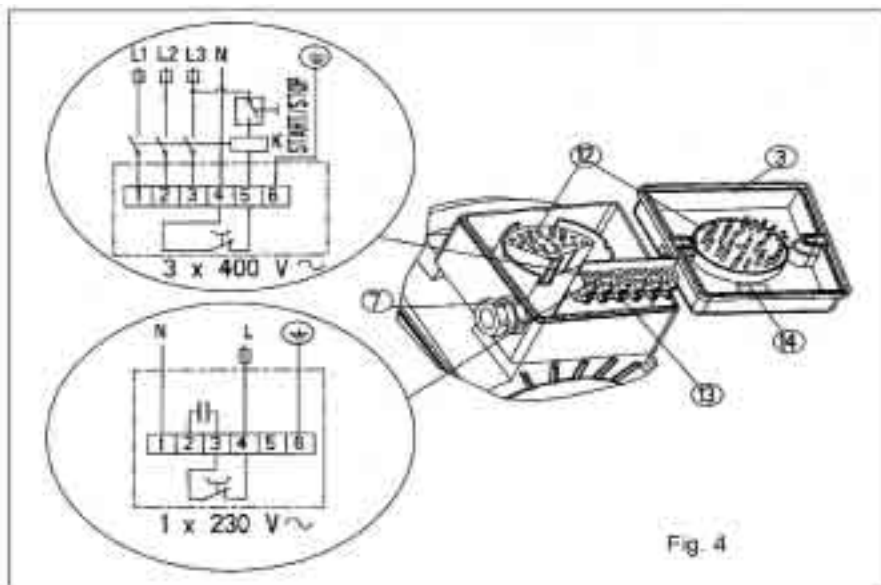
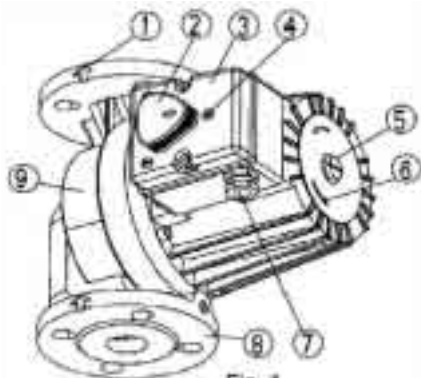
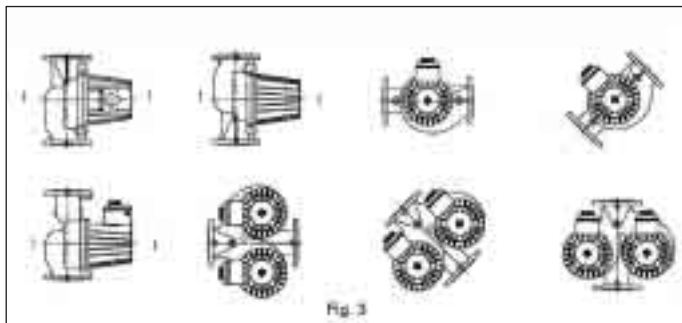
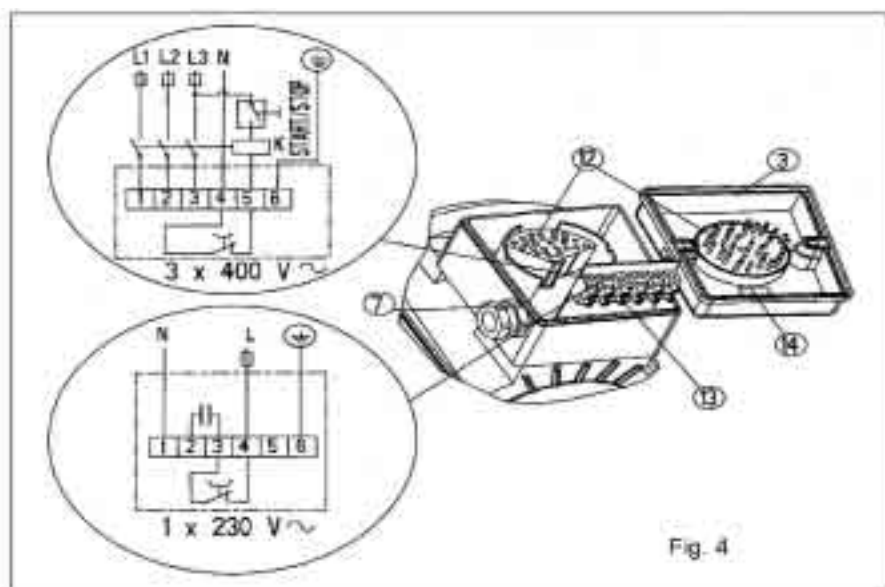

Fig. 4
Fig. 1
Fig. 3
Fig. 4
Il circolatore deve essere installato nella tubazione con l'asse 1-1 in posizione orizzontale (fig. 3). Deve essere posto in un tratto rettilineo della tubazione ad una distanza da un gomito di almeno 5-10D (D = diametro nominale del tubo). In questo modo si assicura il funzionamento con il minimo di vibrazioni e di rumore. La direzione del flusso d'acqua attraverso la pompa deve corrispondere alla direzione indicata dalla freccia sul corpo pompa (fig. 1 - pos. 1).
Le flange di connessione sono NP 6/10 (fig. 1 - pos.9).
Gli NC e NCM hanno corpo pompa singolo (fig. 1 – pos. 9).
Il cavo d'alimentazione deve essere collegato attraverso un passacavo Pg16 (fig. 4 – pos. 7), e deve essere del tipo "T" essendo il riscaldamento del circolatore superiore a 50K.
La connessione elettrica dei circolatori deve essere eseguita secondo lo schema (fig. 4 – pos. 14) incollato sul coperchio (fig. – 4 pos. 3) della scatola morsetti (fig. 4 – pos. 13) del motore.
In fig. 4, pos. 12 sono illustrati i blocchetti maschio-femmina del connettore. Essi devono essere ben inseriti quando il circolatore è in funzione.
Ogni circolatore è in grado di coprire tre campi di funzionamento, per questa ragione tali pompe sono equipaggiate con motori elettrici a tre velocità. La caratteristica ovvero la velocità desiderata (3, 2, 1) può essere selezionata per mezzo dell'apposito selettore con freccia (fig. 1 – pos. 2).
- Estrarre il connettore a tre posizioni (fig. 1 – pos. 2) posto sul coperchio del motore (fig. 1 – pos. 3), ruotarlo sulla velocità desiderata (1, 2, 3) e reinserirlo premendolo fino in fondo.
Nei circolatori del tipo NC, NCD (NCM, NCDM) il rotore del motore elettrico è immerso e provvisto di cuscinetti lubrificati dall'acqua. Prima di essere messo in funzione, il circolatore deve essere riempito d'acqua e disaerato. Disaerare il circolatore svitando la vite sulla parte posteriore del motore (fig. 1 – pos. 5). L'aria uscirà attraverso la fessura tra l'albero del motore ed il cuscinetto. Quando l'acqua comincia a defluire, chiudere entrambe le valvole in aspirazione e mandata della pompa. Far partire la pompa e controllare che il senso di rotazione dell'albero corrisponda a quello indicato sulla targhetta del motore (fig. 1 – pos. 6). Nel caso di direzione sbagliata, scambiare le fasi L1 e L2 se il motore è trifase (fig. 4). Nel caso di motori monofase il senso di rotazione è sempre corretto. Quando si è stabilito il giusto senso di rotazione dell'albero motore, serrare la vite (fig. 1 – pos. 5) e riaprire entrambe le valvole in aspirazione e mandata della pompa.
I circolatori sono prodotti di alta qualità, perciò possono funzionare in condizioni normali per diversi anni senza manutenzione. Se una pompa non ha funzionato per un lungo periodo di tempo, può risultare bloccata quando si tenta di farla partire. Per sbloccarla procedere come segue: spegnere la pompa, svitare la vite dal foro posteriore del motore (fig. 1 - pos. 5) e con un cacciavite inserito nella fessura all'estremità dell'albero, ruotarlo fino a liberarlo dalla forza d'attrito. Riavvitare la vite tolta in precedenza.
The pump has to be installed into the piping system with the pump axis 1-1 in horizontal position (Fig. 3). It has to be installed into the straight piping section having the length of at least 5-10 D (D = nominal diameter of the pump tube) from the knee. This will ensure its operation with minimum vibration and noise. The direction of water flow through the pump must match the direction indicated by an arrow on the pump casing (Fig. 1 – Pos. 1).
The connecting flanges are NP 6/10 (Fig. 1 – Pos. 8).
The NC and NCM pumps have a single hydraulic casing (Fig. 1 – Pos. 9).
Each pump is able to cover three hydraulic fields, and for this reason such pumps are provided with electric motors for three different speeds. The characteristics or speed desired (3, 2, 1) can be selected using the connector marked with an arrow (Fig. 1 - Pos.2).
- Pull out the button of the three-position connector (Fig. 1 – Pos. 2) on the electric motor cover (Fig. 1 – (Pos. 3), rotate it to the speed desired (1, 2, 3), and push it down to end stop.
With the pumps of types NC, NCD (NCM, NCDM) the rotor of electric motor is submerged and provided with water-lubricated bearings. Before putting the pump into operation, it has to be filled with water and deaerated. Deaerate the pump by unscrewing a screw on the back side of the electric motor (Fig. 1 – Pos. 5). Air will flow out through the cleft between the motor shaft and bearing. When water starts to flow out, close the valves at both the suction and pressure side of the pump. Start the pump and check the direction of shaft rotation. It has to match that indicated on the electric motor nameplate (Fig. 1 – Pos. 6). In case of a wrong direction, interchange with the three-phase pumps the phases L1 and L2 (Fig. 4). For single-phase pumps the rotation direction is always correct. When a correct rotation of the pump shaft has been established, tighten the screw (Fig. 1 – Pos. 5), and open the valves at both the suction and pressure side of the pump.
Насос устанавливается непосредственно в трубопровод, таким образом, что ось насоса 1-1 расположена горизонтально (Рис. 3). Установка производится на ровном участке трубопровода с минимальной длиной 5-10 D (D = номинальный диаметр трубы насоса) от колена. Это обеспечивает работу с наименьшими вибрациями и шумом. Направление тока воды через насос должно соответствовать направлению, указанному стрелкой на корпусе насоса (Рис. 1 – Пункт. 1).
стыковочный фланец NP 6/10 (Рис. 1 – Пункт. 8).
NC и NCM насосы имеют одинарный гидравлический корпус (Рис. 1 – Пункт 9).
Соединительный проводник подключается через кабельный вход Pg 16 (Рис. 4 – Пункт 7), и должен быть «Т» версии из-за согревания насоса, которое больше чем 50 К.
Электрическое соединение насосов должно быть осуществлено по схеме связи (Рис.4 – Пункт 14), которая наклеена на крышке мотора (Рис.4 – Пункт 3) до соединительных зажимов (Рис.4 – Пункт 13).
На Рис.4 – Пункт 12 обозначены мужской и женский дел коннектора, которые при работе мотора соединены.
Каждый насос может покрывать три гидравлические области, поэтому такие насосы имеют встроенные электромоторы с тремя различными скоростями оборотов. Желаемая характеристика или скорость (3, 2, 1) выбирается с использованием переключателя (Рис.1 – Пункт 4) коннектора со стрелкой (Рис. 1 – Пункт 2).
б) Вытянуть переключатель трехпозиционного коннектора (Рис.1 – Пункт 2) на крышке электромотора (Рис.1 – Пункт 3), повернуть его на желаемую скорость (1, 2, 3) и утопить до фиксации.
В насосах типа NC, NCD (NCM, NCDM) ротор электрического мотора находится в воде на подшипниках, смазываемых водой. Перед началом работы насос надо наполнить водой и продуть (удалить возможный воздух). Насос продувается путем отворачивания винта на тыльной стороне электромотора (Рис. 1 – Пункт 5). Через щель между валом мотора и подшипником выходит воздух. Когда начнет течь вода, закрыть вентили на всасывающей и выходной стороне насоса. Насос включить и контролировать направление вращения вала. Вращение должно совпадать с обозначением на табличке электромотора. (Рис. 1 – Пункт 6). Если направление вращения ошибочно, то при трехфазных насосах надо между собой поменять фазы L1 и L2 (Рис. 4). Для однофазных моторов направление вращения всегда правильно. Когда вал мотора вращается правильно, закрутить винт (Рис. 1 – Пункт 5), и открыть вентили на выходной и входной стороне насоса.